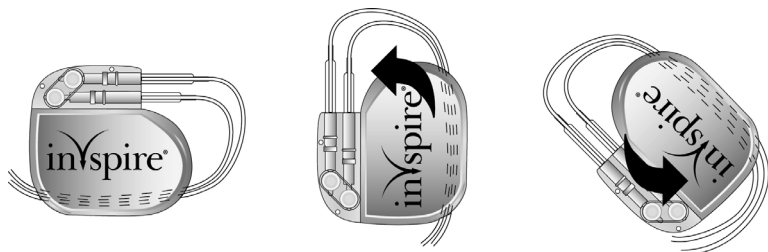

Figure 20. Enroulement de l'excès de longueur d'électrode
1. Un excédent d'électrode est souhaitable au niveau des emplacements de l'électrode distale et dans la poche de manière à ce que les mouvements normaux du corps n'étirent pas les électrodes ou provoquent une gêne. Si nécessaire, enroulez délicatement l'excès d'électrode derrière (c.-à-d., autour) le générateur (Figure 20) et positionnez l'ensemble dans la poche. Implantez le générateur avec le logo orienté vers le haut, vers la peau.